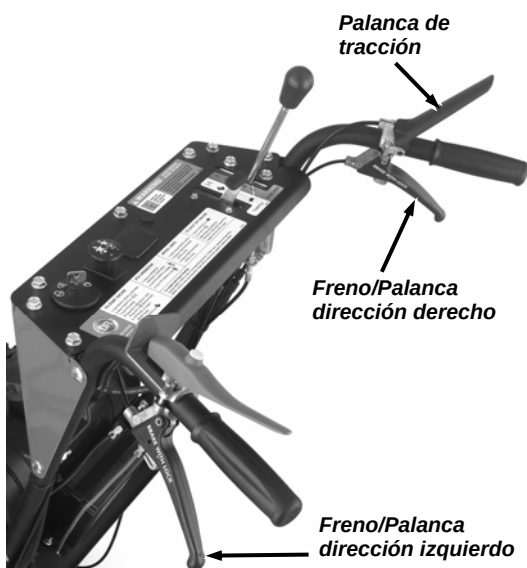

Figura 22
2. Presione hacia abajo la palanca de tracción para conducir la máquina (**Figura 22**).